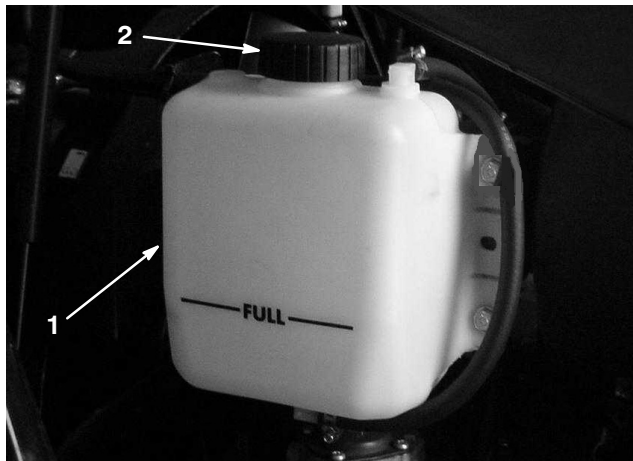

Figure 7
2. Vérifiez le niveau du liquide de refroidissement dans le vase d'expansion (Fig. 7). Le vase d'expansion doit être rempli jusqu'au repère du plein (FULL).